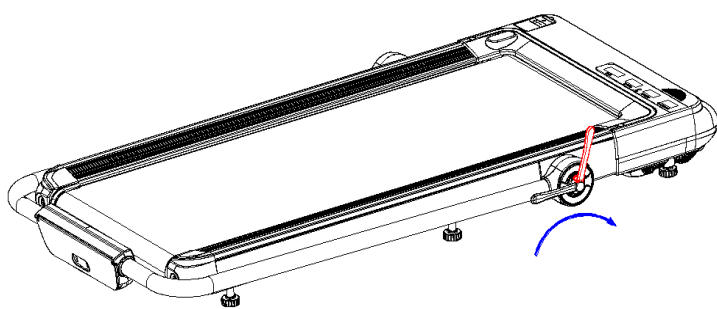

Рисунок 1
1. Выньте беговую дорожку из упаковки и установите на плоскую, ровную поверхность. Затем открутите ручку блокировки, как показано на рисунке ниже (Рисунок 1). Поднимите стойки вверх и зафиксируйте их при помощи ручки блокировки (Рисунок 2). Для выполнения сборки требуется, по крайней мере, два человека).